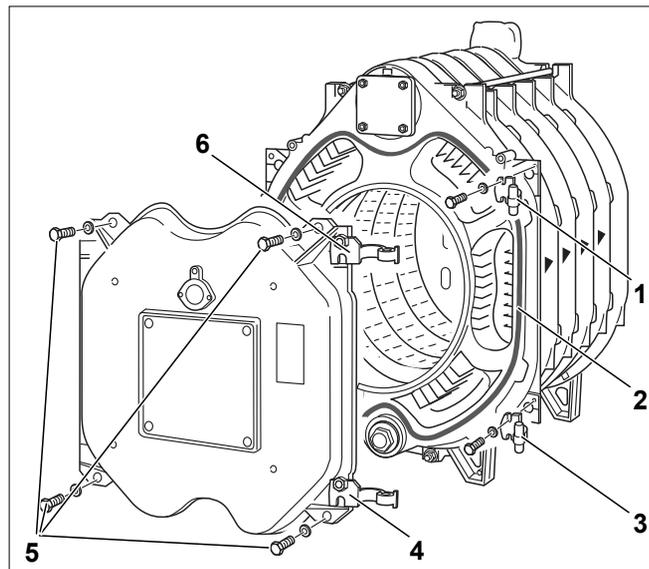

Рис. 26 Навеска дверцы горелки
На заводе обе шарнирные петли дверцы горелки устанавливаются справа (рис. 26, [4] и [6]). Для левой навески дверцы нужно снять петли и установить их с левой стороны.
- ▶ Закрепите шарнирные крюки (рис. 26, [1] и [3]) двумя болтами М 12 х 50 на передней секции. На рис. 26 показана правая навеска дверцы. Для навески дверцы слева закрепите крюки соответствующим образом с левой стороны.
- ▶ Приклейте шнур GP \varnothing 18 мм на передней секции. При этом место стыка уплотнительного шнура должно быть сбоку (рис. 26, [2]).
- ▶ Закройте дверцу горелки и закрепите её 4 болтами (M16 x 140) (рис. 26, [5]). Затяжку болтов производите равномерно крест-накрест.